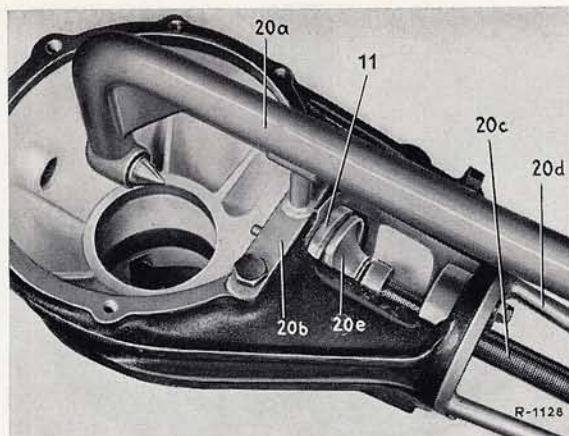

Bild 35-5a/9
12. Außenring des hinteren Kegelrollenlagers (11) mit der Vorrichtung 111 589 12 61 00 (20) aus dem Hinterachsgehäuse herausdrücken (Bild 35-5a/9). Ausgleichscheibe herausnehmen.
13. Außenring des vorderen Kegelrollenlagers (11) mit der Vorrichtung 111 589 12 61 00 (20) aus dem Hinterachsgehäuse herausziehen. Hierzu das Druckstück 111 589 12 61 39 verwenden. (Bild 35-5a/10).